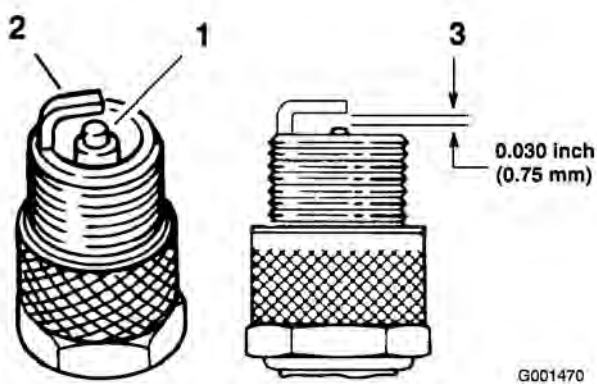

Figura 36
1. Controllate il centro delle candele (Figura 36). Se l'isolatore è marrone chiaro o grigio, il motore funziona correttamente. Una patina nera sull'isolatore significa in genere che il filtro dell'aria è sporco.
3. Controllate la distanza tra gli elettrodi centrale e laterale (Figura 36). Se la distanza non è esatta, piegate l'elettrodo laterale (Figura 36).